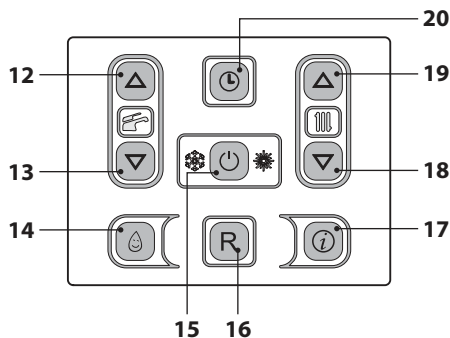
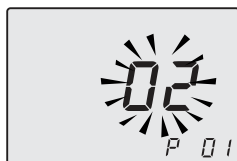
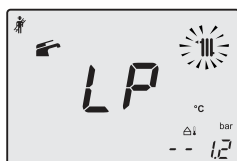

Figura 9.19
Figura 9.20
Figura 9.21
- Entre en la "modalidad de programación" pulsando simultáneamente durante 10 segundos los botones 15 - 18 - 19 (Figura 9.19) hasta que aparezcan en el display LCD las letras **P01** y el valor del parámetro, indicando que se ha entrado en el "parámetro 01" (Figura 9.20).
- Pulse simultáneamente los botones 18 y 19 (Figura 9.19) hasta que aparezcan en el display LCD las letras **LP** alternadas con el valor de temperatura del agua de calefacción (ej. **45**), indicando que se ha entrado en la activación de la "función deshollinador" a la potencia mínima (Figura 9.21).
- Pulsando el botón 19 (Figura 9.19) se puede modificar la potencia en modalidad deshollinador: el display LCD muestra las letras **hP** alternadas con el valor de temperatura del agua de calefacción (ej. **32**); estamos en la "función deshollinador" a la potencia mínima en calefacción (Figura 9.22).
- Volviendo a pulsar simultáneamente durante 10 segundos los botones 15 - 18 - 19 (Figura 9.19) se sale de la "modalidad deshollinador" y se vuelve al estado anterior de la caldera (Figura 9.25).